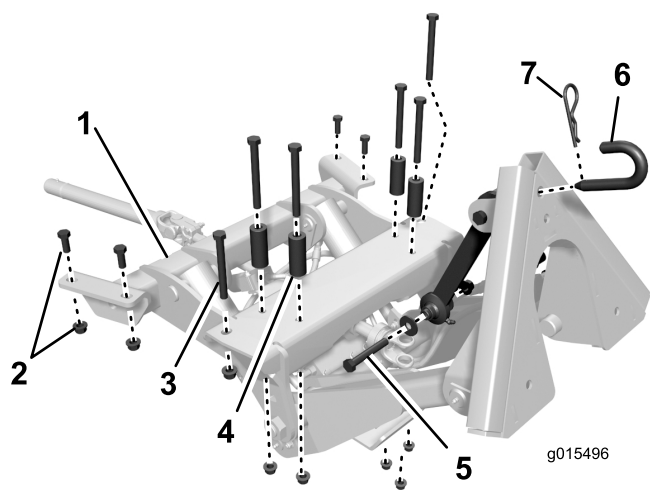
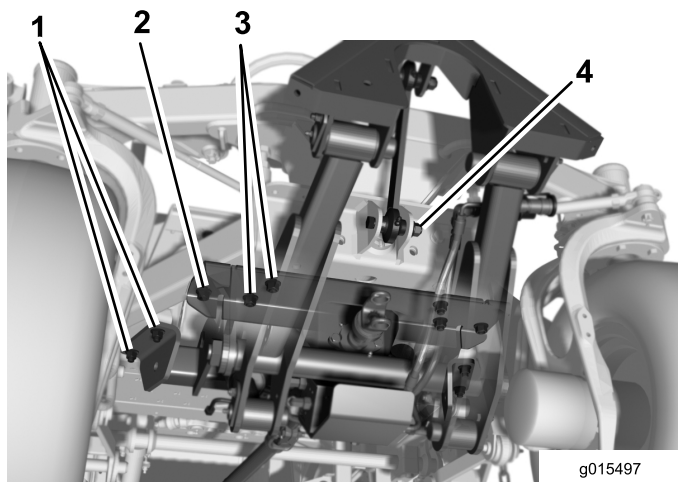

图5
图6
1. 图5 显示了用于将前部附件机架固定到主机机架下方的紧固件的位置、放置方式及大小。
3. 将前部附件机架放在机器前部下方图6。
4. 升起前部附件机架同时将安装孔与机架槽和前机架十字板中的安装孔对准图6。
5. 在附件前部用 1/2 x 4-1/2 英寸的螺丝和 1/2 英寸凸缘螺母将两侧的外孔固定到机架槽上图6。
6. 在附件后部用 2 个 1/2 x 1-1/4 英寸的螺丝和 1/2 英寸凸缘螺母将两侧松松地安装到机架槽上图6。
7. 使用剩余的 4 个安装孔用 1/2 x 4-1/2 英寸螺丝、隔片和 1/2 英寸凸缘螺母将附件固定到机架十字板上图6。将隔片放置到螺丝头与十字板之间。
9. 用 1/2 x 3-1/4 英寸螺丝、2 个支撑垫圈和 1/2 英寸锁紧螺母将顶部连杆组件固定到轴支撑架上图5 和图6。垫圈应置于轴支撑架吊耳的外侧。安装隔片并上紧扭矩至 91113Nm图7。